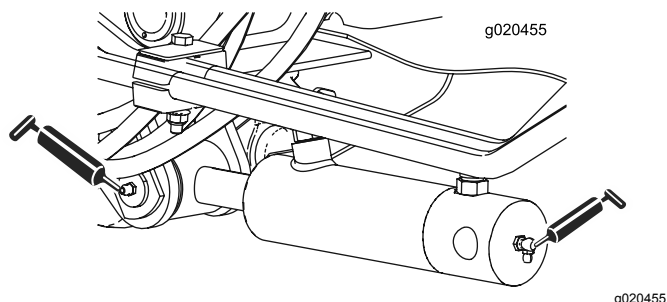

Figura 81
- Casquillos de los cilindros de los brazos de elevación (2 en cada lado) (Figura 81)